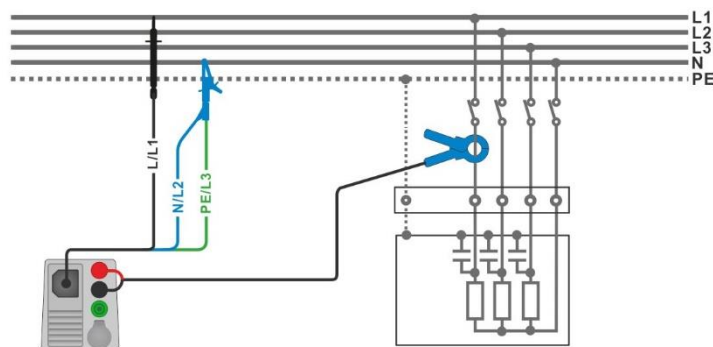

Abbildung 7.84: Oberwellenmessung
- Schließen Sie den 3-Leiter Prüfadapter und die Stromzange am Prüfling an (siehe **Abbildung 7.84**).